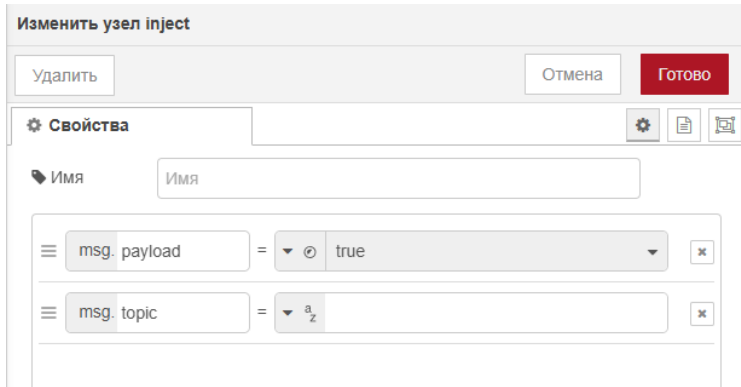

Рис. 3.18. Окно настроек узла Inject
- Настройте узлы Inject для отправки значений true и false (см. рис. 3.18).